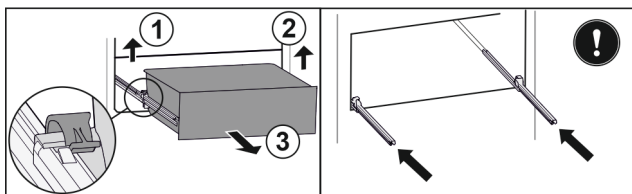

Fig. 107
- Linker klem optillen en gelijktijdig lade links naar voren trekken. Fig. 107 (1)
- Rechter klem optillen en gelijktijdig lade rechts naar voren trekken. Fig. 107 (2)
- Lade naar voren toe verwijderen. Fig. 107 (3)